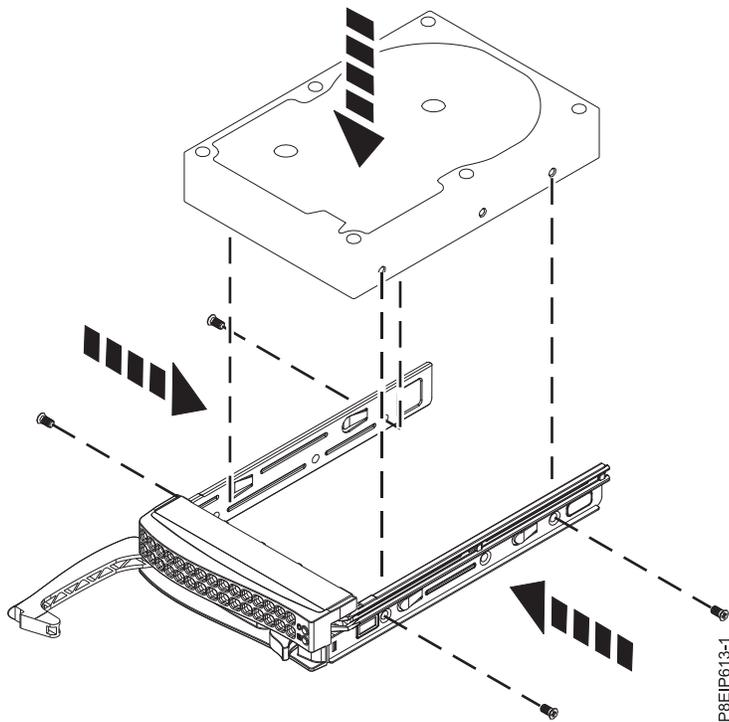

Figura 3. Montando a unidade de disco de 3,5 polegadas na bandeja de unidade
2. Instale uma unidade de disco na bandeja da unidade. Oriente a unidade de disco para que os conectores apontem para a parte traseira da unidade de disco, conforme mostrado na Figura 3 na página 6. Prenda a unidade de disco nas laterais da bandeja de unidade com quatro parafusos (dois parafusos de cada lado).